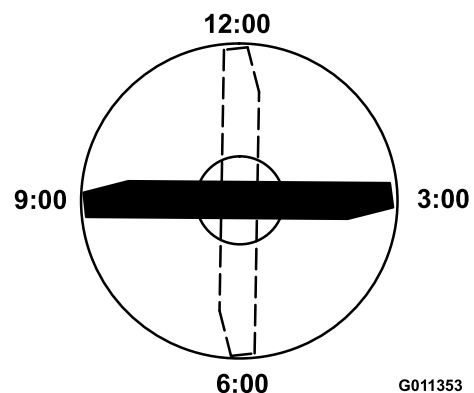

Figura 99
4. Poziționați marginea de tăiere a capătului marcat al lamei la ora 12 (drept înainte în direcția de cosire) (Figura 99) i măsurați înălțimea de la masă la marginea de tăiere a lamei.
5. Rotii capătul marcat al lamei în pozițiile de la orele 3 i 9 (Figura 99) i măsurați înălțimile.